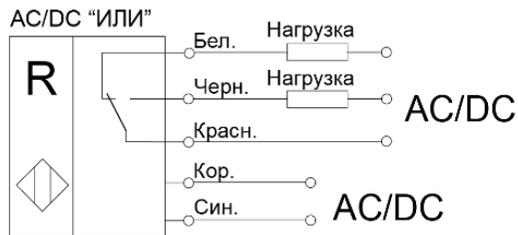

Рисунок 2 - Варианты схем подключения выключателей
3.7 Выключатели включаются в электрическую цепь по проводной схеме (Рис. 2). Соответствие выводов и схема подключения указаны в маркировке выключателя.